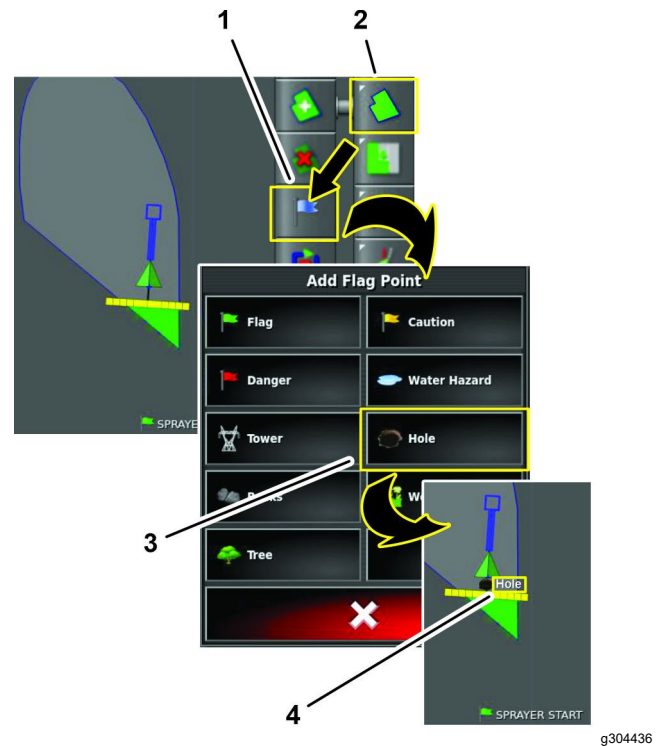

Figura 79
2. Pulse el icono MENÚ DE PARCELAS y el icono ESTABLECER PUNTO DE BANDERA (Figura 79). Aparece el menú Añadir punto de bandera.
3. En el menú Añadir puntos de bandera, seleccione un icono de punto de bandera (Figura 79).
El punto de bandera se muestra en la consola de control detrás del vehículo (Figura 79).